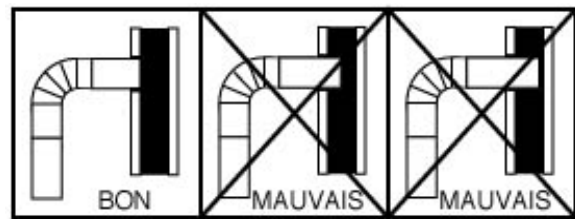

Figure 6
4. Le raccord de cheminée ne doit pas dépasser le conduit de cheminée. (Voir la figure 6)